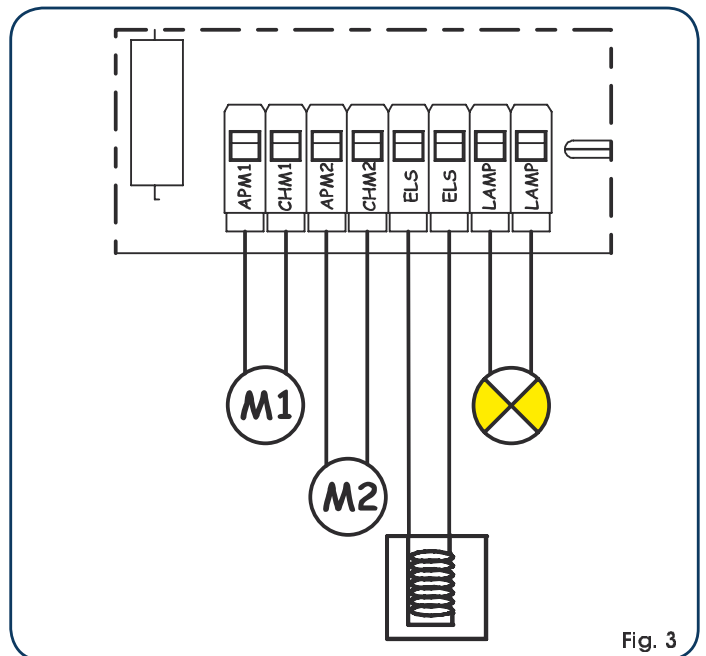

Fig. 3
5.2. BORNIER CN2 (Fig. 3)	page.23